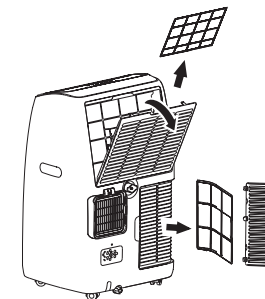

Рис. 11
1. Извлеките фильтры согласно рис.11.
1. Извлеките фильтры согласно рис. 11.